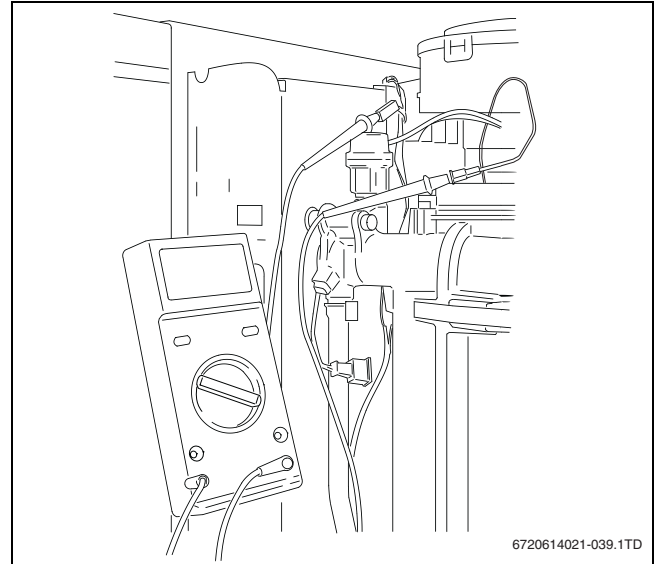

Bild 46 Ionisationsstrom messen
- Steckverbindung der Ionisationselektrode lösen und Messgerät in Reihe anschließen (→ Bild 46). Am Messgerät den μA -Gleichstrombereich wählen. Das Messgerät muss eine Auflösung von mindestens $1\ \mu\text{A}$ haben.